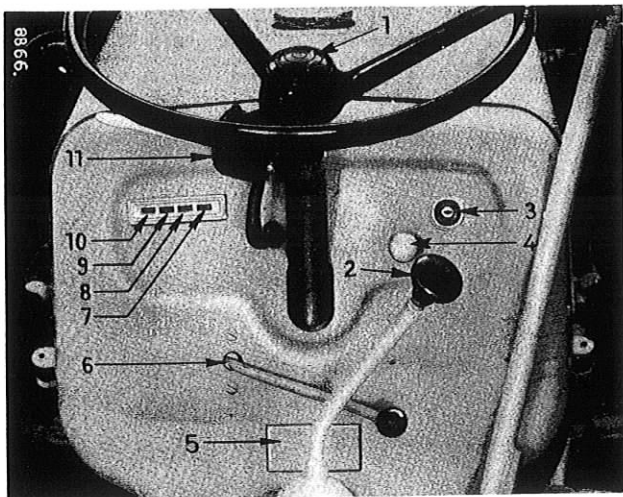
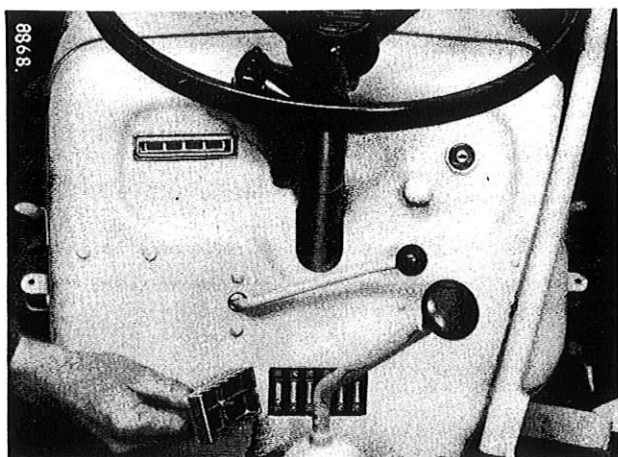

Bild 72
Bild 73
Um an die Sicherungen heranzukommen, den Sicherungsdosendeckel (5), Bild 72, entfernen, wie Bild 73 zeigt.